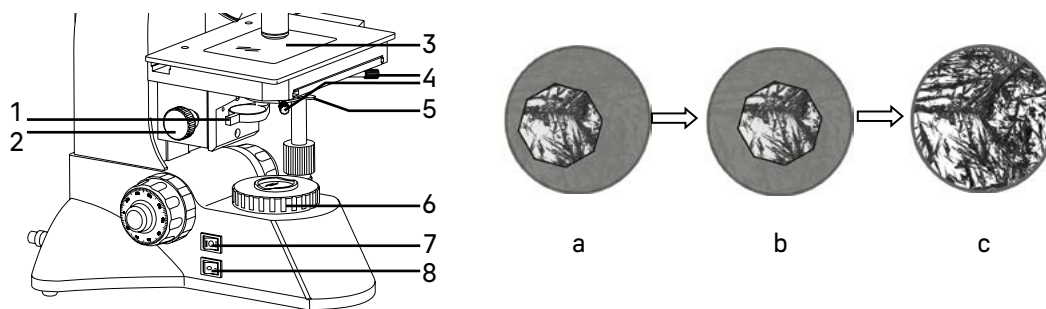

Рис. 12. Центрировка конденсора
- Убедитесь, что питание включено – кнопка **8** (рис. 12) приведена в положение «–».
- Включите осветитель проходящего света, установив переключатель **7** (рис. 12) в положение «I». Дайте ему немного поработать, чтобы достичь стабильного уровня освещения.
- Разместите объект на предметном столике **3** (рис. 12), введите в ход лучей объектив **10x**, сфокусируйтесь, настройте визуальную насадку.
- Раскройте полевую диафрагму коллектора **6** (рис. 12) и апертурную диафрагму конденсора, рукояткой перемещения кронштейна конденсора **2** (рис. 12) поднимите конденсор до упора.
- Наблюдая в окуляры, прикройте полевую и апертурную диафрагму, так чтобы была освещена только центральная часть поля зрения – рис. 12а.
- С помощью центрировочных винтов конденсора 4 (рис. 12) приведите изображение в центр поля зрения окуляра – рис. 12б.
- Осторожно перемещая конденсор вверх и вниз вращением рукоятки перемещения кронштейна конденсора 2 (рис. 12), поместите конденсор в рабочее положение, при котором будет резкое изображение краев многогранника прикрытой полевой диафрагмы, а дифракционный сине-зеленый цвет на краю диафрагмы обращен за край диафрагмы, а не в поле зрения.
- Раскройте полевую диафрагму немного больше, чем размер поля зрения – рис. 12с. Может потребоваться дополнительная центровка.